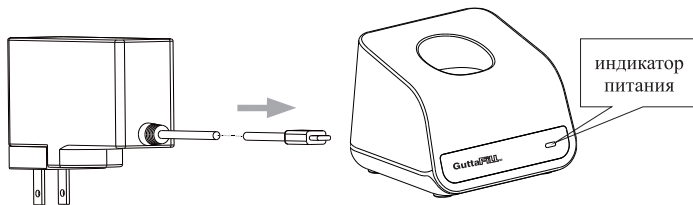

Рис.11
- Подключите сетевой адаптер к подставке зарядного устройства, вставив штекер адаптера в гнездо, расположенное на корпусе подставки (рис.11)